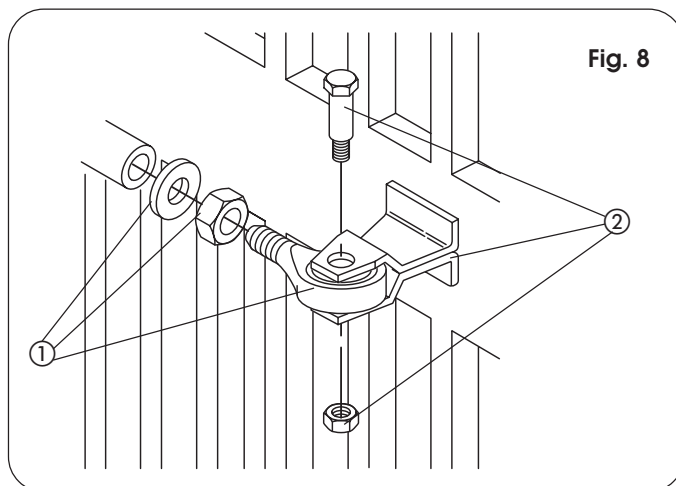

Fig. 8
- 3) Atornille hasta la mitad el empalme anterior en el vástago (ref. ① Fig. 8) y apriete con la tuerca suministrada en dotación.
- 7) Monte el empalme anterior en el vástago (ref. ②, Fig.8).